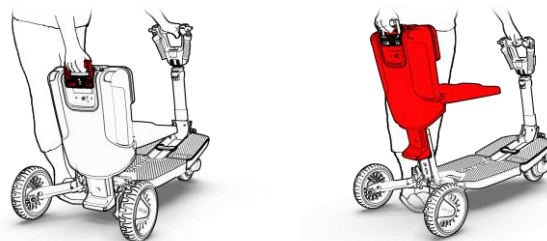

Figura 15
11. Continúe usando la manija para tirar de la silla hasta que haga clic y se trabe en su lugar (consulte la Figura 15).